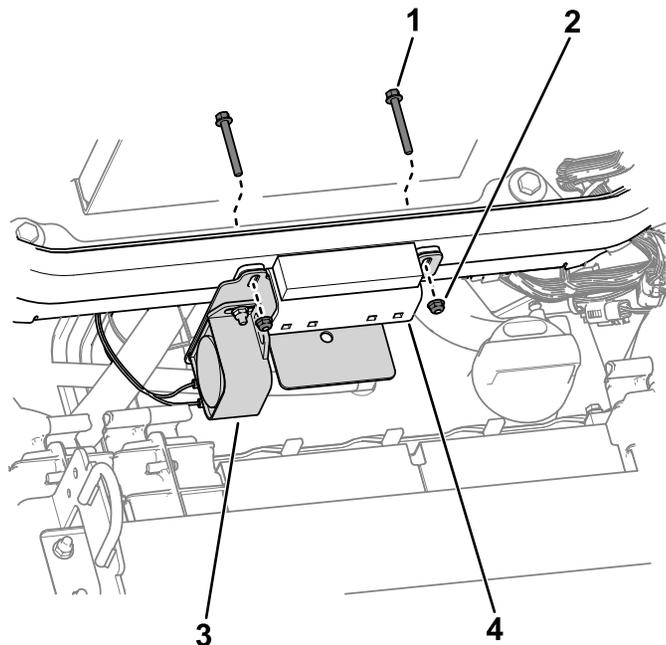

図 3
4. フードサポートブラケットについているボルトとナットを使って、取り付けブラケットをトラクションユニットのフレームに固定する 図 3。